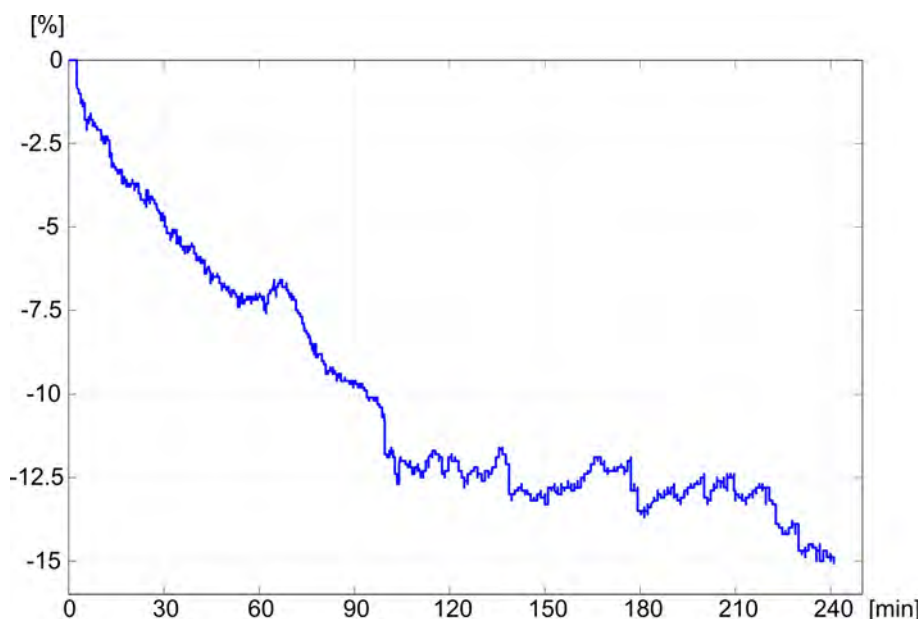

Fig. 11-19 Trend del volume ematico relativo (in %) durante la terapia (tempo in minuti)
Il sensore ematotrico (opzionale) (vedere sezione 11.4 Sensore di ematocrito (Sensore HCT) (287)) fornisce i valori del volume di sangue relativo (variazione del volume di sangue in %) in intervalli temporali di 10 secondi; bioLogic Fusion utilizza questi valori per calcolare le curve degli ultimi 10 minuti del trend RBV (Fig. 11-19) al fine di monitorare la riduzione dell'RBV.